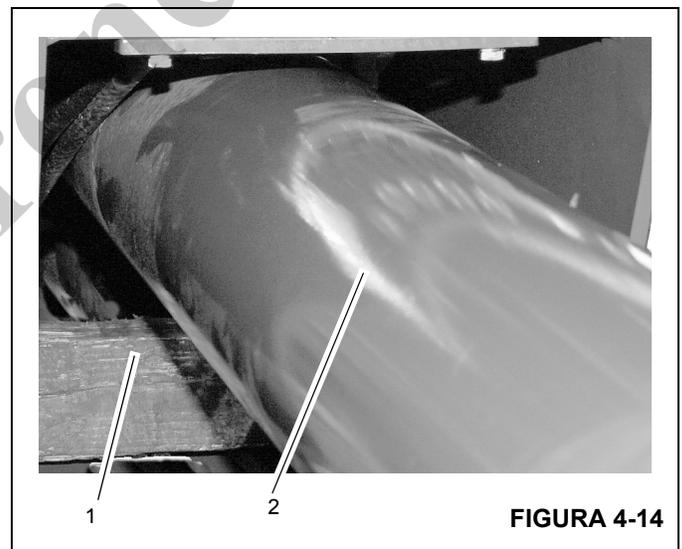

FIGURA 4-14
3. Coloque bloques de apoyo (1) debajo del cilindro (2) (Figura 4-14) y saque los dos pernos y arandelas que fijan el tubo del cilindro a la parte trasera de la sección central exterior.